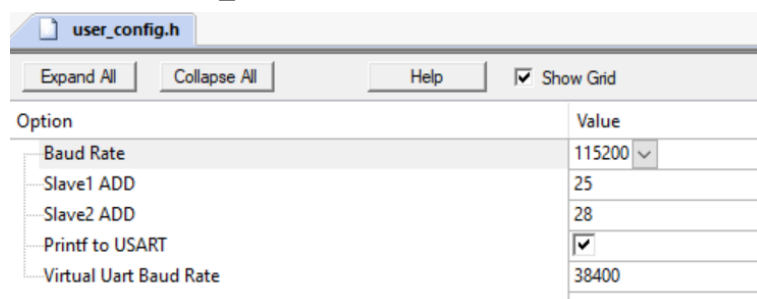

图 5 工程配置
2) 打开 Master 工程确认“user_config.h”文件配置如图 5；编译下载到主机。
3) 打开 Slave 工程确认“user_config.h”文件配置如图 5；编译下载到从机 1（地址 25）。